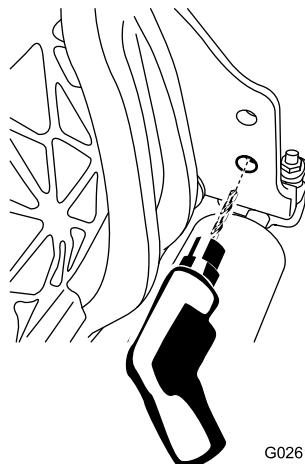

Рисунок 4
- Рассверлите нижнее отверстие с правой стороны режущего блока сверлом 9 мм, чтобы увеличить диаметр этого отверстия (Рисунок 4).